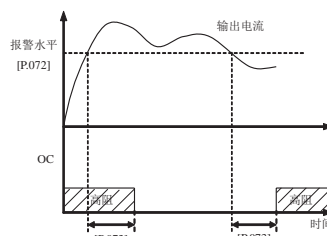

图 5-15 过载报警
- 4: 过载报警 当变频器的输出电流超过过载报警水平时，经过设定的报警延时时间后，输出有效信号（低电平）。当变频器的输出电流低于过载报警水平时，经过同样的延时时间后，输出无效信号（高阻）。见图 5-15